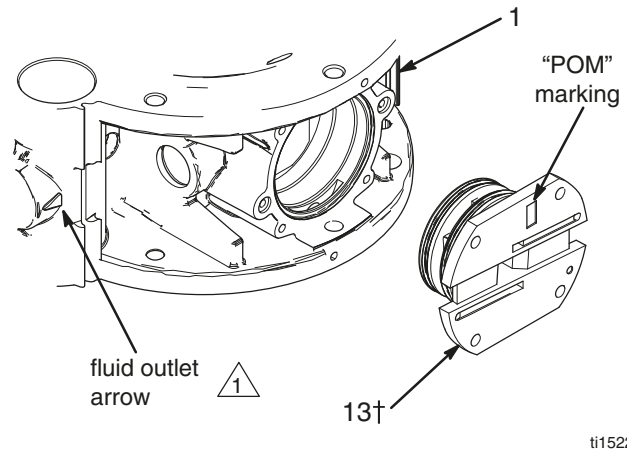
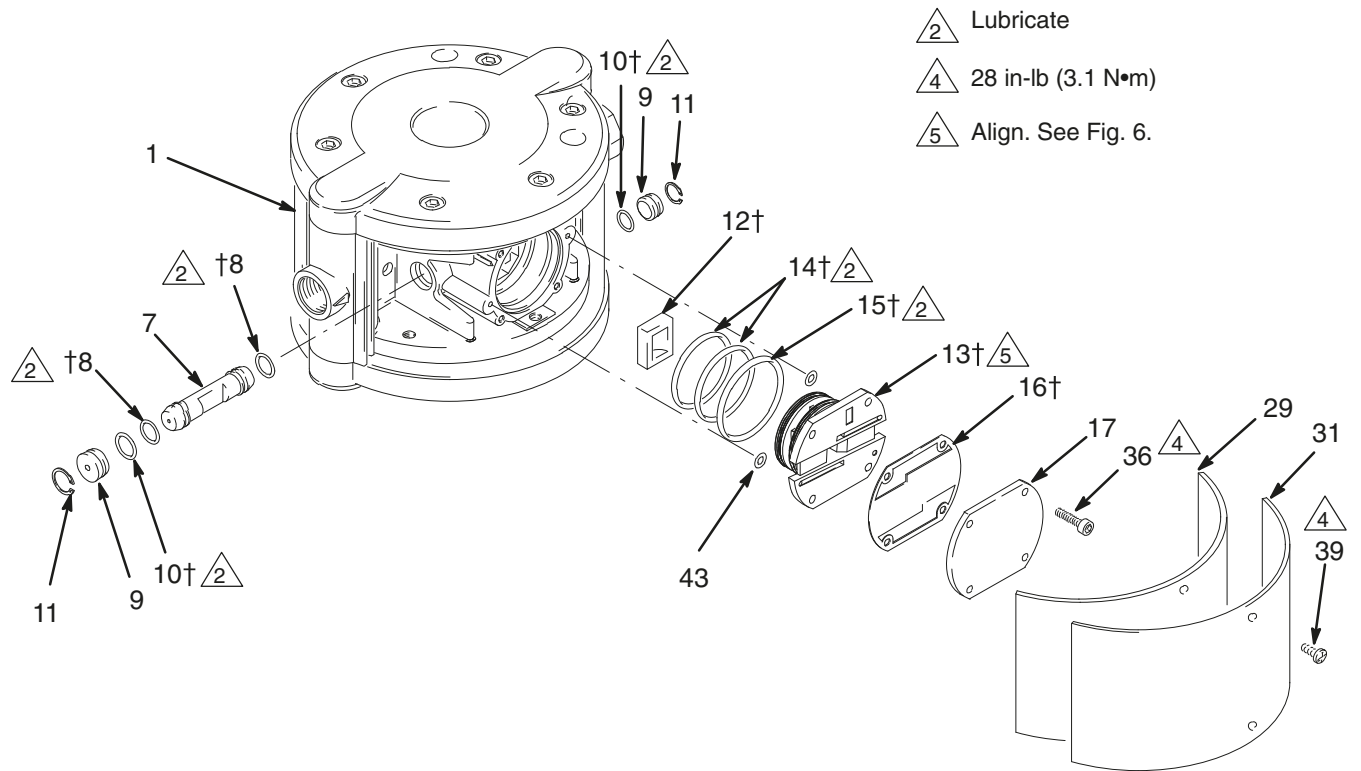

図 6
図 7
1. サイドカバー (31) とフェルト吸収材 (29) を取り外します。
2. 4 つのネジ (36)、エアバルブカバー (17)、およびガスケット (16) を取り外します。図 7 を参照してください。
3. 図 6 を参照してください。「POM」印が上向き状態でエアバルブプレート (13) の液体アウトレットの矢印に対する向きに注意してください。プレートをセンターハウジング (1) から引き出します。3 つの O リング (14、15) と 2 つの O リング (43) をプレートから取り外します。図 7 を参照してください。
4. センターハウジング (1) からエアバルブカップ (12) を取り外します。
5. 保持リング (11) とプラグ (9) を両側から取り外し、キャリッジ (7) をセンターハウジング (1) からスライドさせます。キャリッジとプラグから O リング (8、10) を取り外します。
1. 0 リングを潤滑して (8+) キャリッジ (7) に取り付けます。図 7 で示されている通りに、ノッチが外側に向くように、キャリッジをセンターハウジング (1) にスライドさせて挿入します。
2. それぞれの 0 リング (10+) を潤滑して、プラグ (9) に取り付けます。各面にプラグを挿入して、キャリッジ (7) を固定します。保持リング (11) を取り付け、部品を所定位置に固定します。
3. 開いた側が外側を向くように、エアバルブカップ (12+) をキャリッジ (7) のノッチに取り付けます。
4. 2 つの 0 リング (43) をエアモーターのカウンターポアに取り付けます。
5. 大きな 0 リング (15+) と 2 つの小さな 0 リング (14+) を潤滑して、エアバルブプレート (13+) に取り付けます。図 6 に示されている通りに、プレート上の点をセンターハウジング (1) の矢印の位置と合わせます。プレートをハウジング内に取り付けます。
7. エアバルブカバー (17) とネジ (36) を再び取り付けます。ネジを 3.1 N·m (28 インチ・ポンド) のトルクで締めます。
9. フェルト吸収材 (29) とサイドカバー (31) を再び取り付けます。14 ページを参照してください。